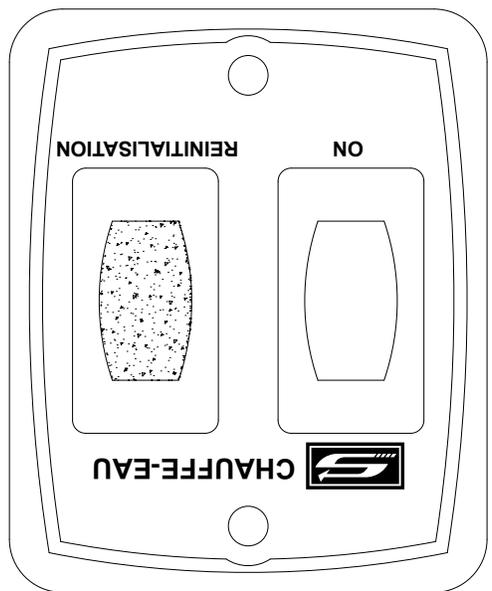

Figure 12
1. Pour les appareils équipés d'un ensemble interrupteur et voyant, régler les commutateurs DIP à la température souhaitée. Voir les **CONSIGNES OPÉRATIONNELLES AVEC UN ENSEMBLE INTERRUPTEUR ET VOYANT**, puis voir la **Figure 12** pour les renseignements sur la configuration des commutateurs DIP à la température souhaitée.